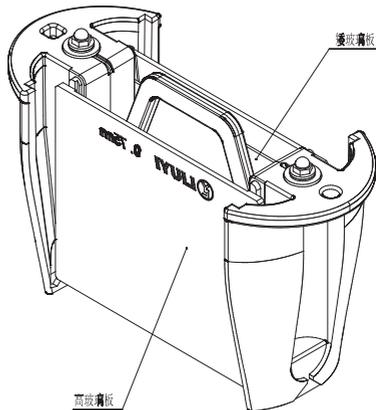

图 3
1.1.3 将高玻璃板带玻璃边条的一侧朝内，插入到电泳仪主体凹槽内，将其与矮玻璃贴紧，两端靠齐，见图 3。